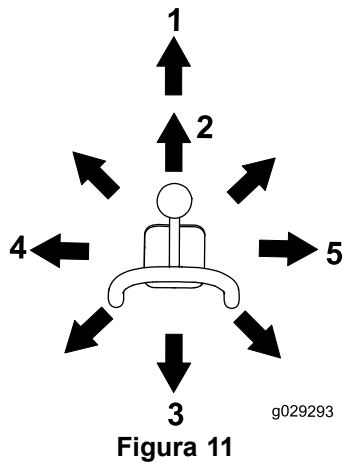

Figura 11
- Per inclinare l'attrezzo in avanti, portare lentamente la leva verso destra (Figura 11).
- Per inclinare l'attrezzo all'indietro, portare lentamente la leva verso sinistra (Figura 11).
- Per abbassare i bracci caricatori, portate lentamente la leva in avanti (Figura 11).
- Per sollevare i bracci caricatori, portate lentamente la leva indietro (Figura 11).
- Per abbassare i bracci caricatori in posizione fissa (flottazione) portate completamente in avanti la relativa leva (Figura 11).